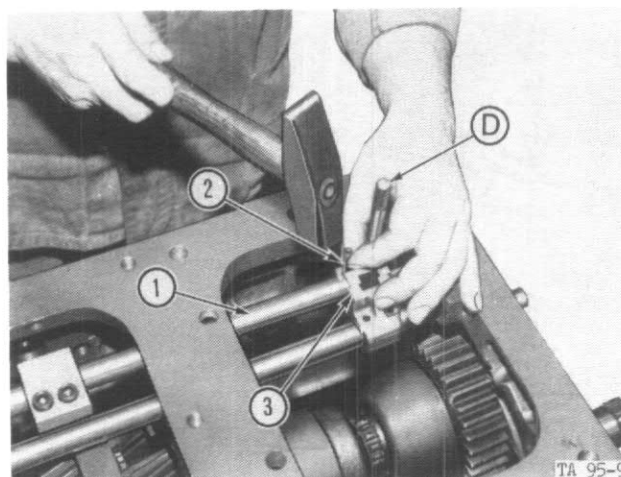

Figure 47
Au montage des goupilles élastiques (2) Fig. 47, alignez les trous à l'aide d'un poinçon.